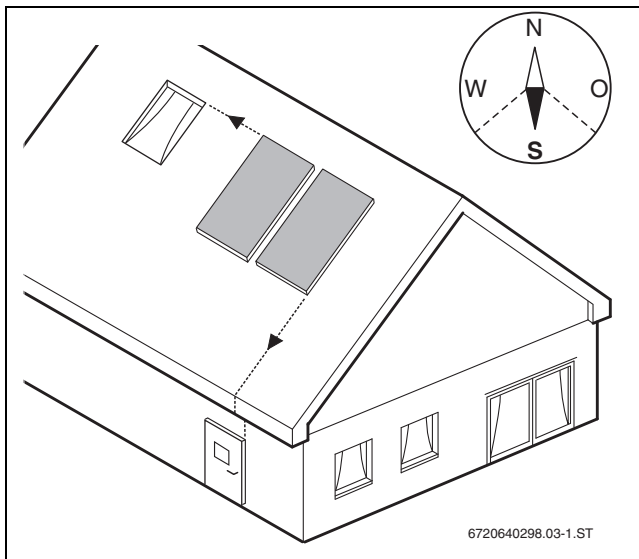

Рис. 10
- По возможности направляйте коллекторы на юг. (→ рис. 10).
- Размещайте поле коллекторов так, чтобы оно находилось на одной линии с окнами, дверьми и др. (→ рис. 10).